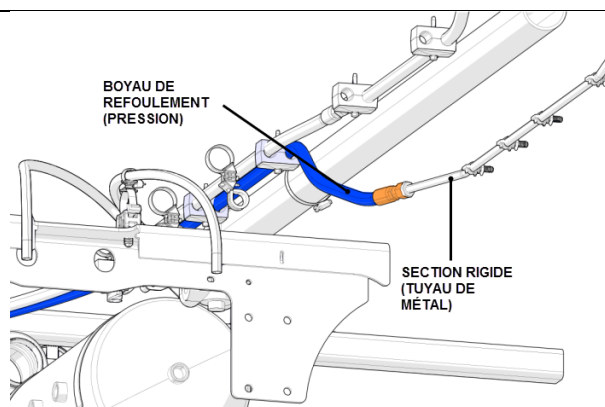

FIGURE 14
- Localiser le boyau de refoulement (pression) dans le puits de roue arrière, du côté trottoir. Il est raccordé à une section rigide (tuyau de métal) qui constitue le tuyau de refoulement de la pompe de direction (fig. 14).